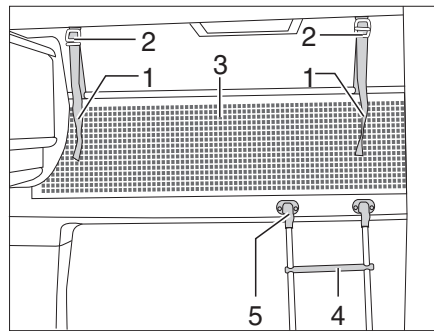

Fig. 148 Cama de alcoba
Para subir a la cama de alcoba, utilizar la escalera de ascenso (Fig. 148,4) equipada de serie.
- Enganchar la escalera con los largueros en el soporte (Fig. 148,5) del panel de la alcoba.
La red de seguridad (Fig. 148,3) viene de serie entre el colchón y el somier. Tender la red de seguridad cuando las personas ya se encuentren en la alcoba.
- Engatillar las cintas de sujeción (Fig. 148,1) en los soportes en el techo (Fig. 148,2).